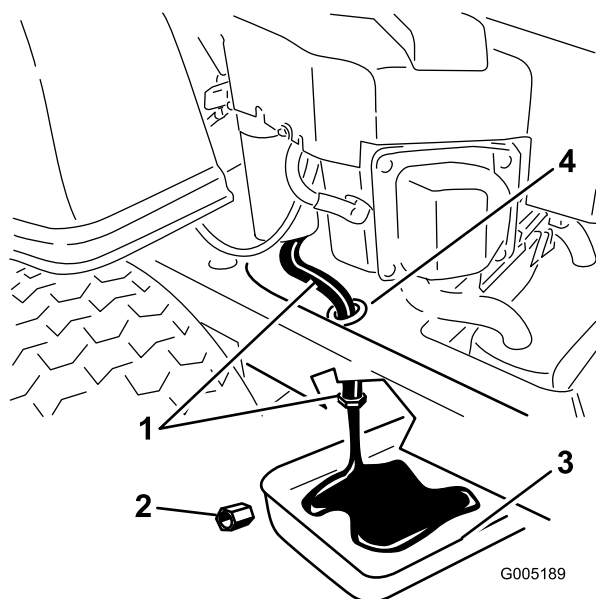

Figure 29
fixé à un flexible de vidange acheminé par un orifice de vidange sur le châssis de la machine (Figure 29). Nettoyez autour du bouchon et du flexible de vidange d'huile.
6. Placez un bac de vidange sous la machine, juste sous l'orifice de vidange du châssis, comme illustré à la Figure 29.
7. À l'aide de deux clés (l'une pour tenir le flexible de vidange d'huile et l'autre pour desserrer le bouchon), retirez le bouchon de vidange d'huile (Figure 29).
13. Quand toute l'huile s'est écoulée, remplacez le bouchon de vidange. Serrez le bouchon à 14 Nm (125 po-lb). Essuyez l'excédent d'huile (Figure 29).